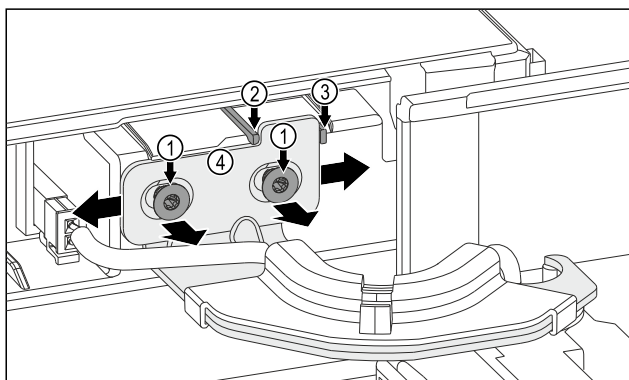

Fig. 11
- ▶ Odvijte oba vijaka Fig. 11 (1).
- ▶ Prestavite vrata v desno: Odstranite varovalni nastavek Fig. 11 (3).
- ▶ Prestavite vrata v levo: Odstranite varovalni nastavek Fig. 11 (2).
- ▶ Končni položaj vrat je dosežen: Trdno privijte oba vijaka Fig. 11 (1).